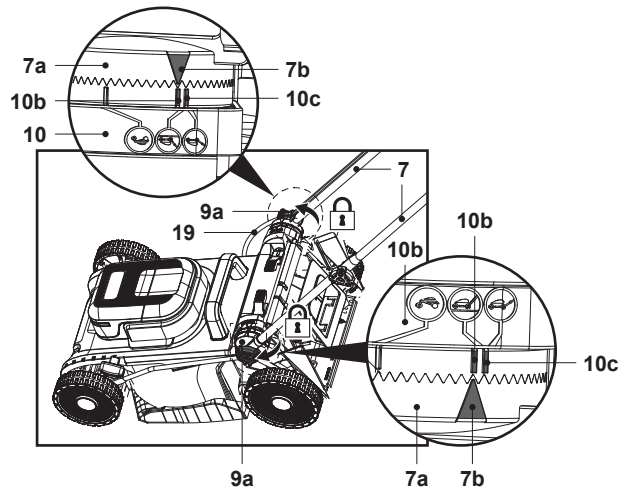

Fig. 2
3. Alinee el triángulo indicador (7b) de la placa del regulador (7a) con uno de los indicadores de altura del manillar (10b/10c) del soporte del manillar (10) y, a continuación, apriete el mando de bloqueo (9a) (Fig. 2) para asegurar la barra inferior del manillar (7).
4. Repita el procedimiento de montaje anterior con la otra barra inferior del manillar (7).
5. Asegúrese de que las dos barras inferiores del manillar (7) están montadas a la misma altura en ambos lados.
6. Asegúrese de que el cable de control (19) pase por la parte superior de la barra inferior del manillar (7).